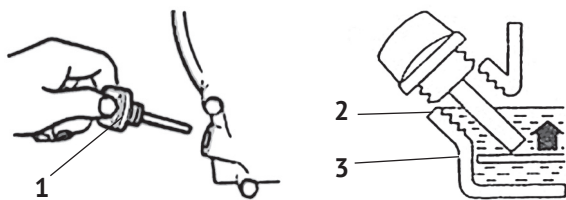

рис.4
Выкрутите пробку-щуп (рис.4 поз.1) из маслозаливной горловины и залейте в картер масло необходимой марки до нижнего края горловины, как показано на рис.4. Вставьте сухой чистый щуп в горловину картера и выньте его. Проверьте уровень масла: граница смоченной области щупа должна располагаться между отметками минимального (рис.4 поз.3) и максимального (рис.4 поз.2) уровней.
- на прогревом до рабочей температуры двигателе открутите пробку-щуп маслозаливной/маслосливной горловины (рис.4 поз.1);
- залейте масло в горловину, до нижнего края заливного отверстия (см. рис.4).